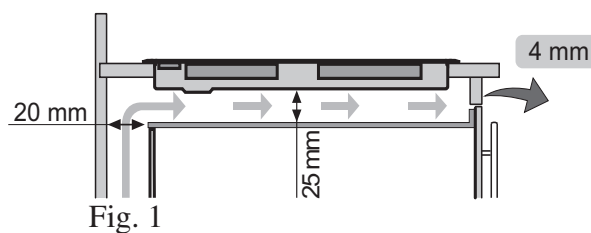

Fig. 1
- La ventilation telle qu'elle est présentée sur la figure 1 est essentielle.
- Si la partie inférieure de la plaque est accessible par le placard/tiroir, le panneau de protection doit être installé comme indiqué sur la figure 1. Si un four est installé sous la plaque, cela n'est pas nécessaire.
- Un espace d'au moins 20 mm doit séparer la partie inférieure de la plaque et tout élément de placard ou de plan de travail, à l'exception du bloc de connexion (fig.1).